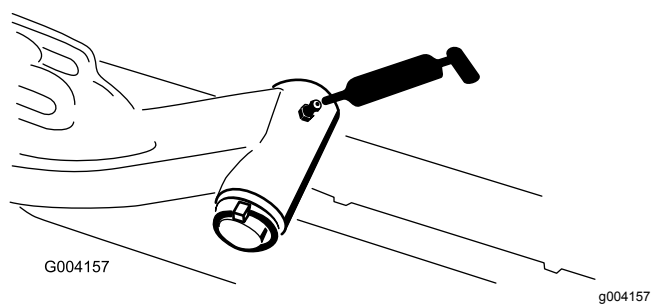

Bild 75
- Hubarmgelenkwelle (1) (Bild 75)